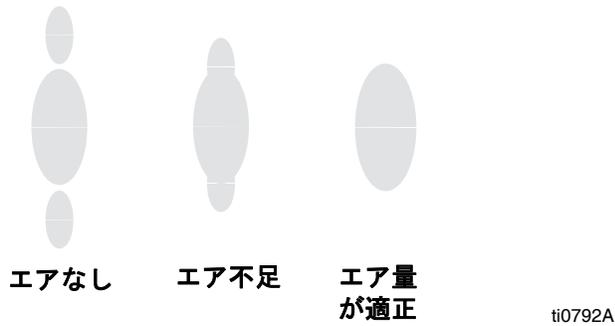

図 7. スプレーパターンの問題
2. 図 7 を参照してください。引き金を引いたときの噴霧化エアの圧力を約 5 psi (35 kPa、0.35 バール) に設定します。スプレーパターンを確認し、端が完全な霧状となってスプレーパターンに入るまで、ゆっくりとエア圧を増加させます。ガンに対するエア圧が 100 psi (0.7 MPa、7 バール) を超えないようにしてください。
3. 図 7 を参照してください。パターンを狭くするには、パターン調節バルブノブ (AA) を反時計回り (アウト) に回します。パターンが十分に狭くならない場合は、ガンへのエア圧をわずかに増やすか、異なるサイズの先端を使用します。